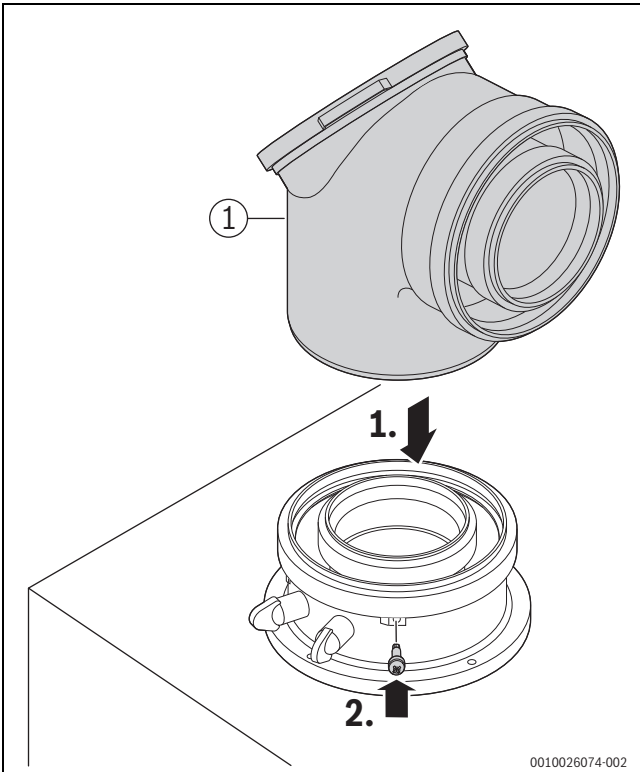

Bild 81 Abgaszubehör einsetzen und mit Schraube sichern
- ▶ Abgaszubehör anschließen (→ Bild 81, [1]). Dabei die Installationsanleitung des Abgaszubehörs beachten.